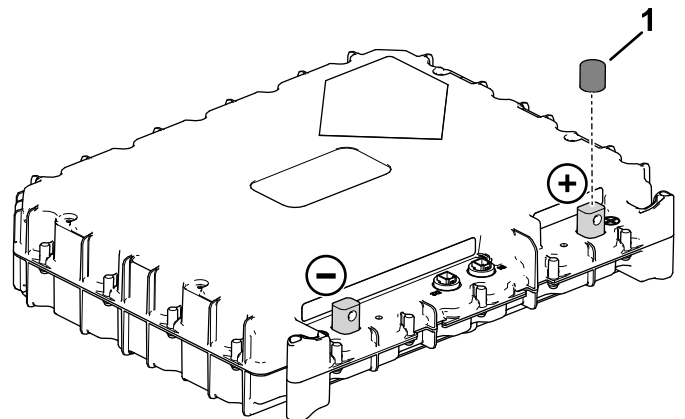

Figure 12
- Retirez le capuchon Figure 12 des bornes positives.